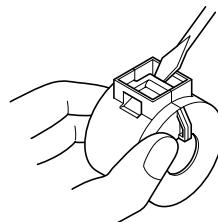

Fig. 3-1
■ Gli anelli di ferrite sono confezionati aperti, come mostrato in Fig. 3-2. Se si trova uno degli anelli di ferrite chiuso, aprirlo utilizzando un oggetto appuntito per far leva sul dispositivo di chiusura di plastica dell'anello di ferrite (Fig. 3-1). Nel fare questo, fare attenzione a non danneggiare il nucleo di ferrite o il dispositivo di chiusura di plastica.